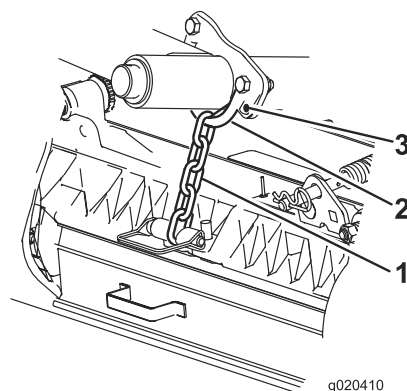

Figure 18
L'emplacement de fixation de la chaîne du bras de levage détermine l'angle d'inclinaison du rouleau arrière (Figure 18).
+ Signifie que le support en U du bras de relevage est placé dans le trou inférieur (Figure 18).* Cylindre de service à 5 lames de 69 cm (réf. 115-8270) ou cylindre de service à 5 lames de 81 cm (réf. 115-8282)
**Remarque:** Placer le support en U (Figure 18) du bras de levage dans le trou inférieur ajoute 3,5 degrés à l'angle d'inclinaison du rouleau arrière.